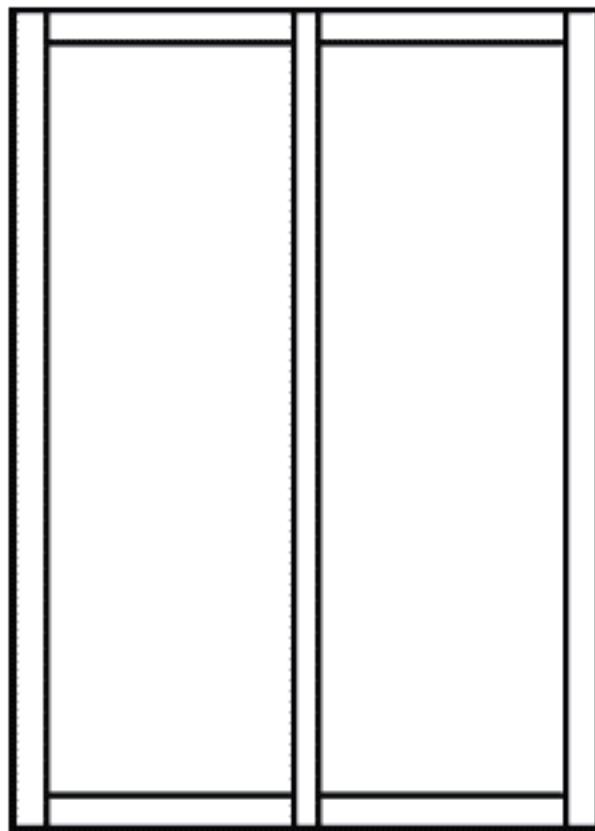

Рис. 31. Окно типовое двухстворчатое
- ◆ окно типовое двухстворчатое (рис. 31);